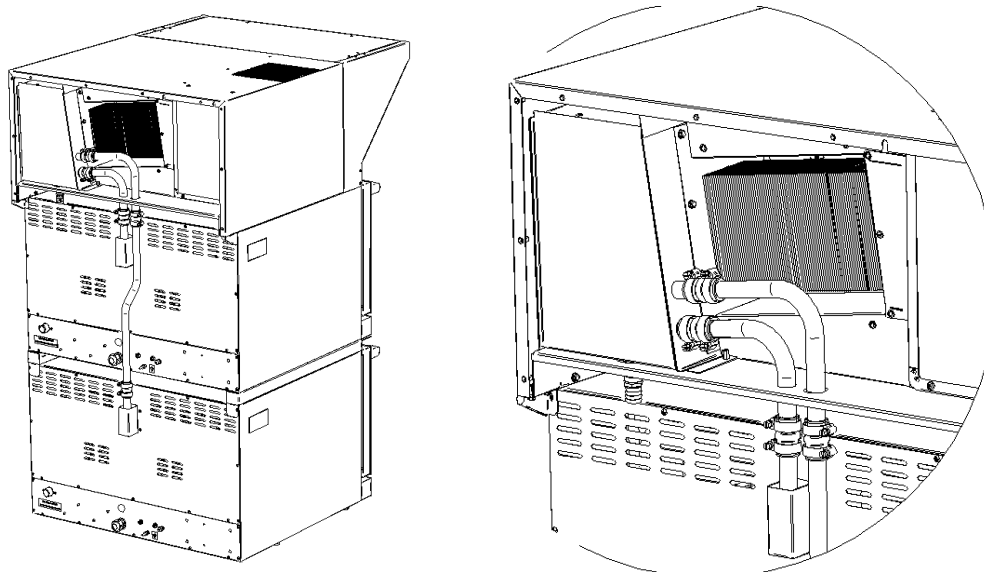

Рисунок 9
10.3. Совместить трубку из комплекта соединителя конвекционных печей КСП-4 (верхний) с верхней трубой пароконденсатора зонта, установив между ними соединитель ЗВВ-4-6/4П.03.00.007 с двумя патрубками ПКА6-11ПМ.1626.00.03.003 и стянуть хомутами 20-32 KOVOPOЛ из комплекта (см Рисунок 9);